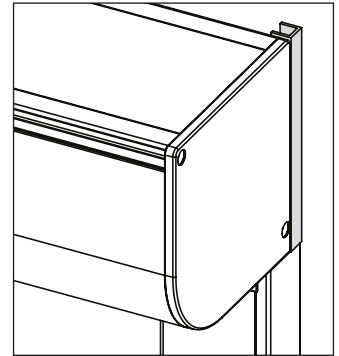

Abb. 32: U-Profil - Höhe vertikal
B. U-Profil - Höhe vertikal (Abb. 32)